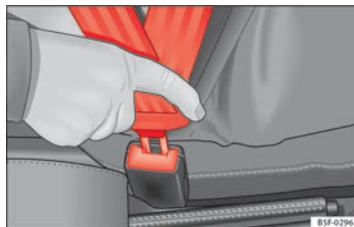

Abb. 11 Gurtschloss und Schloszung des Sicherheitsgurts.
- Stecken Sie die Schloszung in das zum Sitz gehörende Gurtschloss, bis sie hörbar einrastet ⇒ Abb. 11.